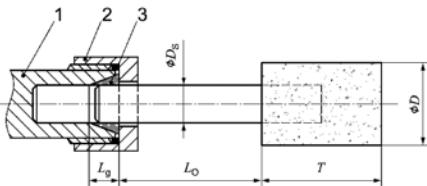

Fig. 1: Inspänningsslängd från spänchuck och spännhylsa
- Det tillåtna varvtalet för små slipstift måste reduceras för att kompensera för skaftlängden mellan spännhylsan och slipstiftet (överhang). Kontrollera att minsta inspänningsslängden på 10 mm inte underskrids. (Se fig. 1 och rekommenderingen från tillverkaren av slipstiften).